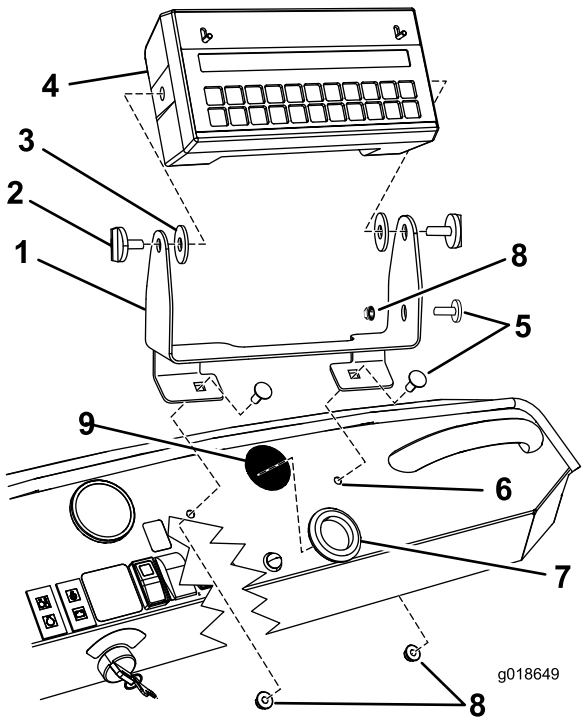

Рисунок 2
1. Установите монтажный кронштейн на панель приборов и прикрепите его двумя каретными болтами (на 5/16 x 3/4 дюйма) и двумя контргайками (на 5/16 дюйма), как показано на Рисунок 2.